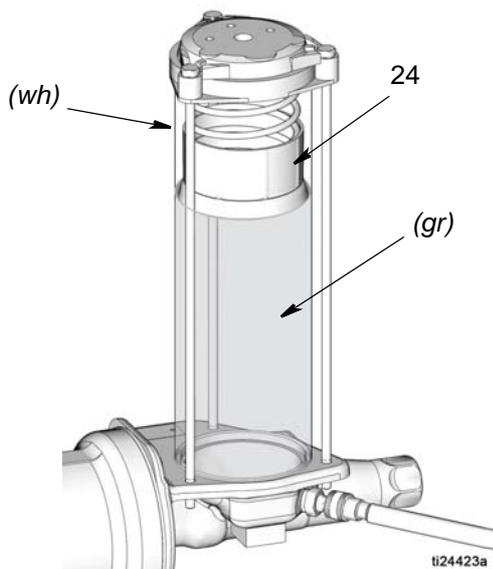

Рис. 5
3. Медленно подавайте консистентную смазку из насоса заполнения в резервуар до тех пор, пока смазка в резервуаре не поднимет прижимную следящую пластину (24) выше выпускного отверстия резервуара (*wh*) и смазка не станет выступать из выпускного отверстия (*wh*) и вытеснить воздух внутри резервуара (Рис. 5).
ПРИМЕЧАНИЕ: Выпускное отверстие (*wh*) расположено в направлении задней стороны резервуара и не может быть увидено на Рис. 5. Приблизительное местоположение выпускного отверстия идентифицировано как *wh* на иллюстрации.